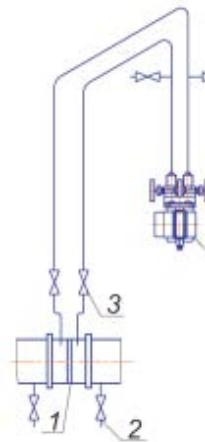

Рисунок 3.5
3.1.4.1 АИР-20/М2-Н монтируются на место эксплуатации в положении, удобном для эксплуатации и обслуживания. В зависимости от параметров контролируемой среды и условий отбора давления АИР-20/М2-Н-ДД устанавливаются в соответствии с рис. 3.5 - 3.8. Следует учитывать, что ориентация преобразователя, особенно с верхним пределом измерений $\pm 0,063$ кПа – ± 10 кПа, может вызвать смещение и необходимость подстройки начального сигнала на величину, зависящую от действующих сил, чувствительности преобразователя и его наклона. При выборе места установки АИР-20/М2-Н необходимо учитывать следующее: